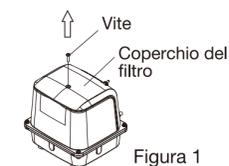

Figura 1
- ① Assicurarsi di staccare la spina di alimentazione dalla presa elettrica prima di iniziare a lavorare.
- ② Rimuovere la vite utilizzando un cacciavite, come mostrato nella Figura 1.